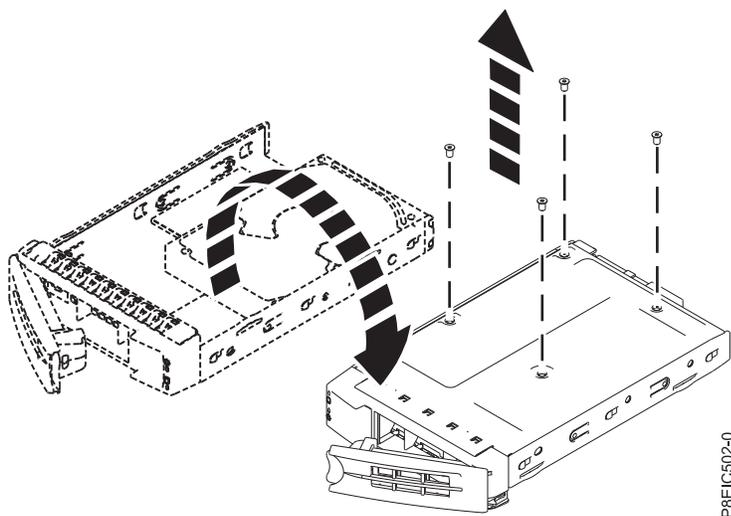

Figura 3. Removendo a unidade de 2,5 polegadas da bandeja
- Para uma unidade de 2,5 polegadas, vire a bandeja. Solte a unidade da parte inferior da bandeja removendo os quatro parafusos, conforme mostrado em Figura 3.